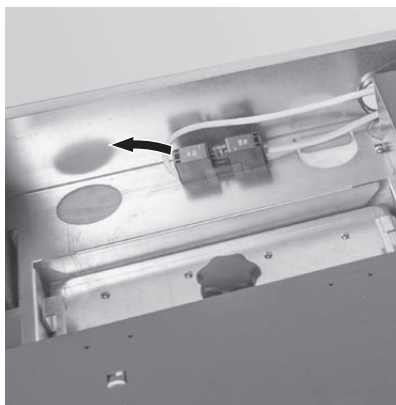

Fig. 79 Geräte-Netzstecker abziehen
- ▶ Vor dem Öffnen des Revisionsdeckels, Heizkessel immer spannungslos machen. Geräte-Netzstecker ziehen – Fig. 79.
- ▶ Geräte-Netzstecker abstecken – Fig. 79.